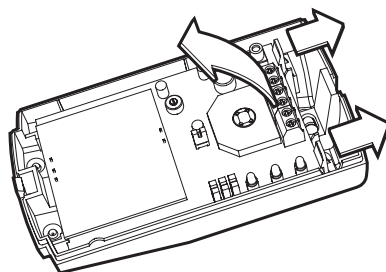

Рис.6
- снять крышку извещателя (Рис.5) и извлечь печатную плату (Рис.6);